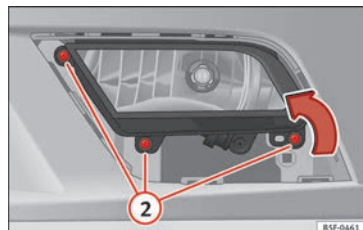

Fig. 111 Farol de nevoeiro.
- Retire os parafusos (3x) » Fig. 111 ② para extrair o farol de nevoeiro.